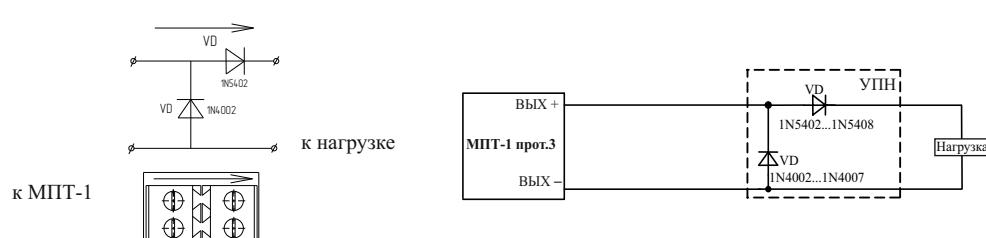

Рисунок 3
5.17 Для обеспечения контроля целостности выходных цепей в разрывах выходной цепи непосредственно к нагрузке должно быть подключено устройство подключения нагрузки (далее – УПН) (Рисунок 3). Стрелка на корпусе УПН направлена к клемме подключения нагрузки. Контроль осуществляется измерением токов, протекающих через диоды, входящие в состав УПН.